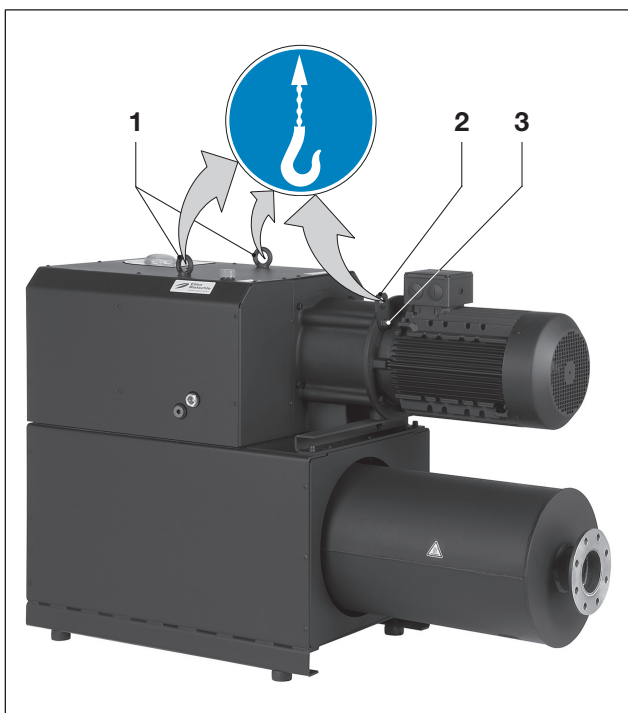

Abb. 1 Anheben und Transportieren
- a) Die Ringschrauben (Abb. 1/1) und Befestigungsschraube (Abb. 1/3) an der Transportlasche (Abb. 1/2) fest anziehen.